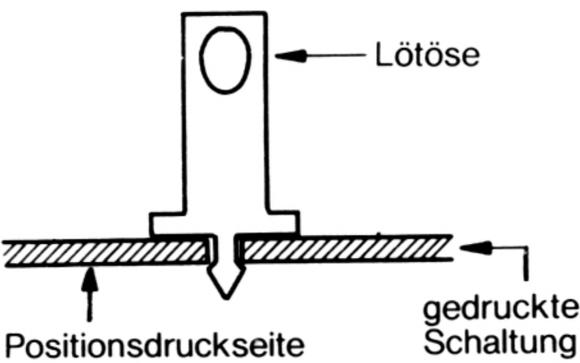

Abb. 6
3. Versehen Sie die Anschlüsse 1, 3, 13, 2/12, 11 (links) und 5/15, 6, 4, 16, 14 (rechts) mit Lötösen, die Sie von der **Kupferbahnen-**seite her in die Bohrungen der gedruckten Schaltung drücken. Achten Sie beim Verlöten darauf, daß die Löcher der Lötösen für den späteren Drahtanschluß offen bleiben (Abb. 6).